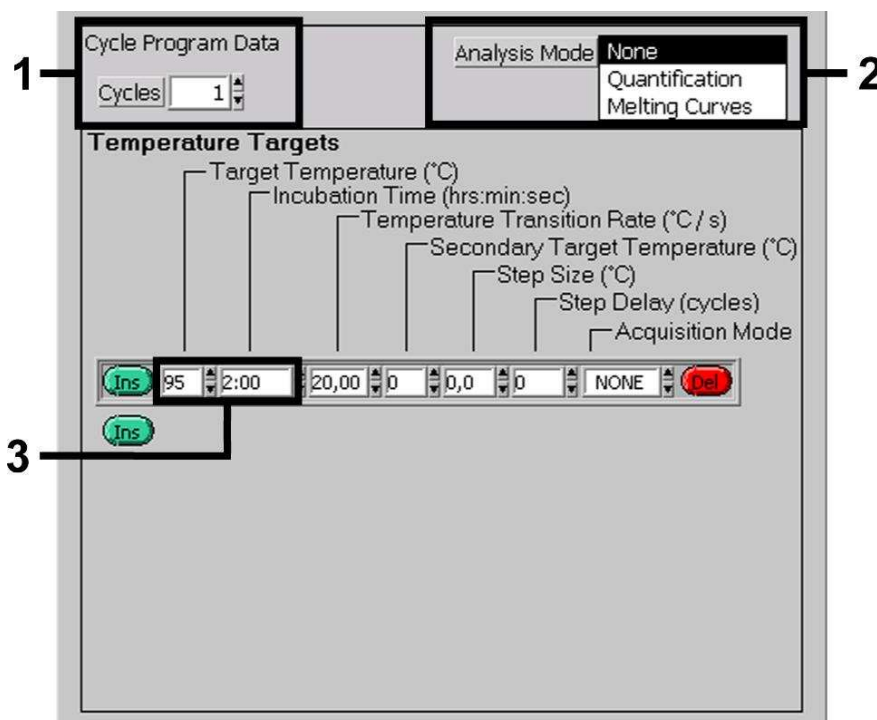

Abb. 3: Initiale Aktivierung des Hot Start-Enzyms.
Zur Detektion der *M. pneumoniae*-DNA erstellen Sie auf Ihrem *LightCycler*[®] 1.1/1.2/1.5 Instrument ein Temperaturprofil gemäß den folgenden drei Arbeitsschritten (siehe Abb. 3 - 5).
- A. Initiale Aktivierung des Hot Start-Enzyms Abb. 3